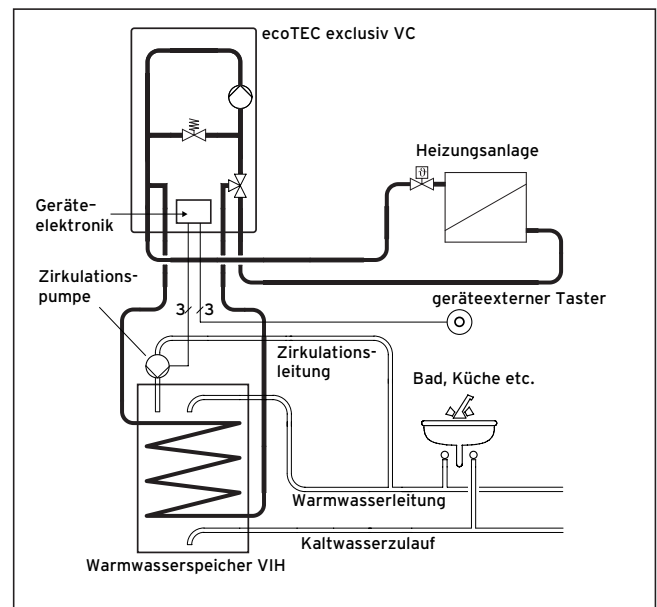
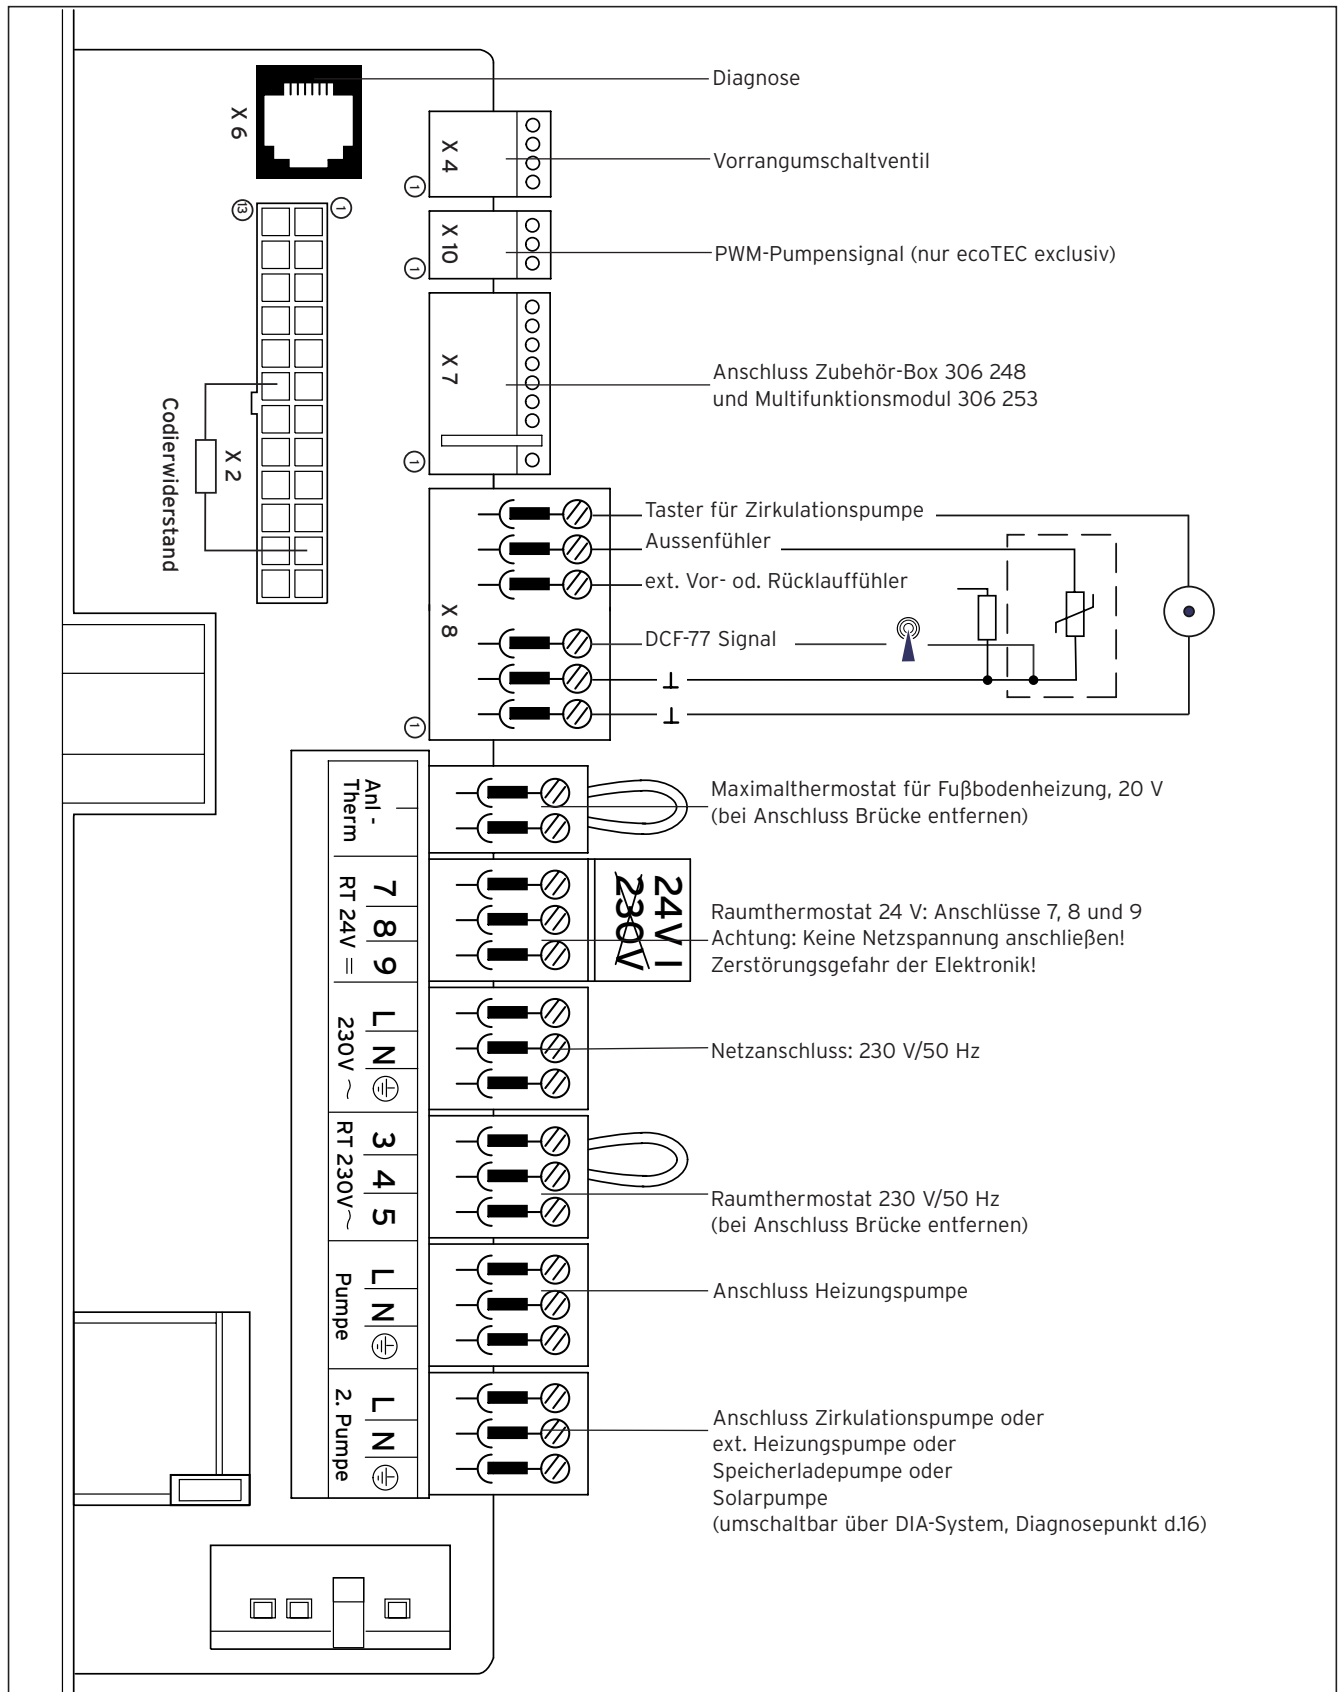

Abb. 4.10 Bedarfsabhängige Ansteuerung einer Zirkulationspumpe
Abb. 4.11 Anschlussplan ecoTEC exklusiv VC
- Schliessen Sie die Anschlusskabel entsprechend Tab. 4.3 und Abb. 4.11/4.12 an die entsprechenden ProE-Stecker bzw. Steckplätze der Elektronik an.
- Schliessen Sie die Anschlusskabel entsprechend Tab. 4.3 und Abb. 4.11/4.12 an die ProE-Stecker bzw. Steckplätze der Elektronik an.
Die Elektronik des ecoTEC exklusiv bietet die Möglichkeit, die Zirkulationspumpe eines Warmwasserspeichers bedarfsgerecht (ähnlich wie ein Treppenlichtautomat) anzusteuern (s. Abb. 4.10). Die Ansteuerung erfolgt über einen bauseits zu stellenden, geräteexternen Taster, der an einer beliebigen Stelle in der Wohnung, z. B. Bad oder Küche) installiert sein kann. Der Taster wird an Klemmen X8/1 und X8/6 der Elektronik des ecoTEC exklusiv angeschlossen (s. Abb. 4.11). Bei Betätigung des Tasters wird die Zirkulationspumpe in Betrieb genommen. Nach 5 Minuten wird die Pumpe wieder abgeschaltet. Es können mehrere Taster parallel geschaltet werden. Unabhängig von der externen Ansteuerung der Zirkulationspumpe ist die Funktion „Ansteuerung durch programmierbare Zeitfenster“ durch einen Regler weiterhin möglich.
- Schliessen Sie die Solarpumpe entsprechend Abb. 4.11 an den entsprechenden ProE-Stecker bzw. der Elektronik an.